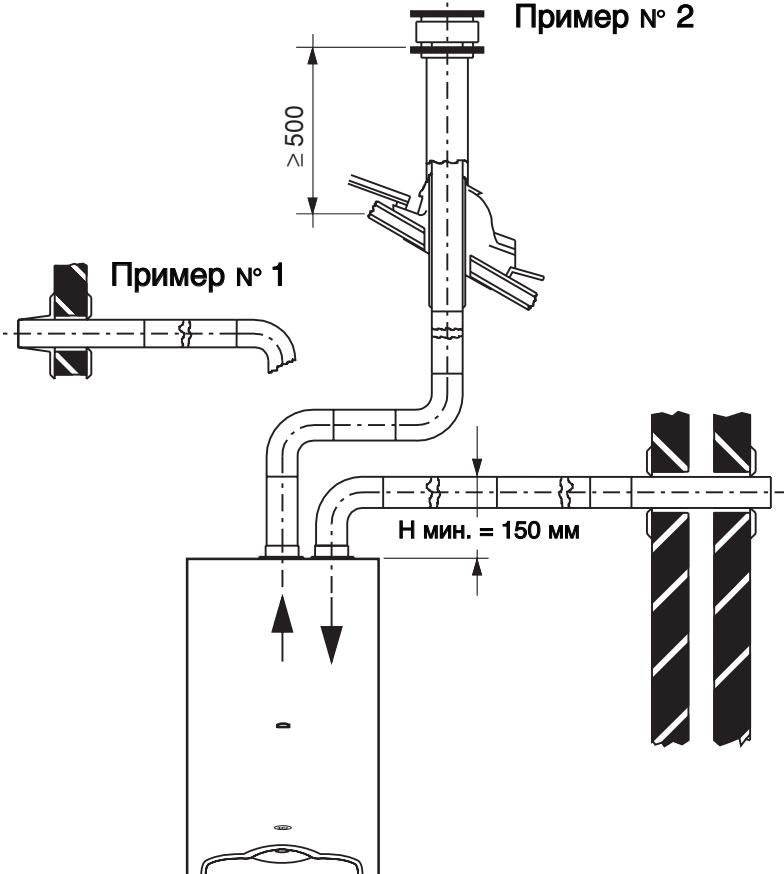

рис. 16
**Пример № 1 (рис. 16)**
**Пример № 2 (рис. 16)**